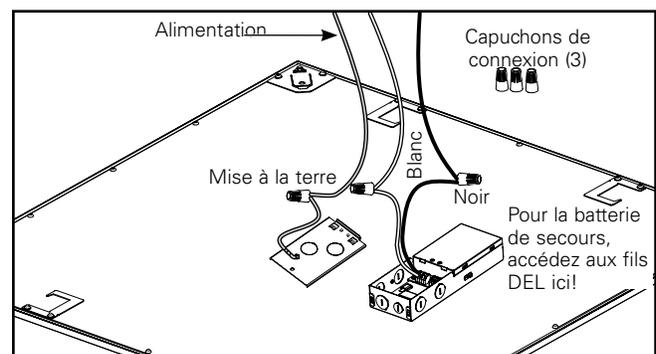

Figure 4.
7. Utilisez une entrée défonçable pour acheminer le câble d'alimentation. Utilisez les trois (3) capuchons de connexion fournis pour relier le fil de mise à la terre au fil de mise à la terre d'alimentation, le fil noir (ligne) au fil d'alimentation noir, et le fil blanc (neutre) au fil blanc de l'alimentation. (Figure 4.)
**Note:** Ce luminaire est compatible avec les systèmes de batterie de secours y compris les modèles EBPLED7W et EBPLED14W de Surelites. Si vous utilisez un système de batterie de secours, retirez le couvre-joint du pilote pour accéder aux fils de charge DEL et suivez les instructions de câblage de la batterie de secours (Figure 4). Assurez-vous de réinstaller le couvre-joint du pilote après avoir effectué le câblage.